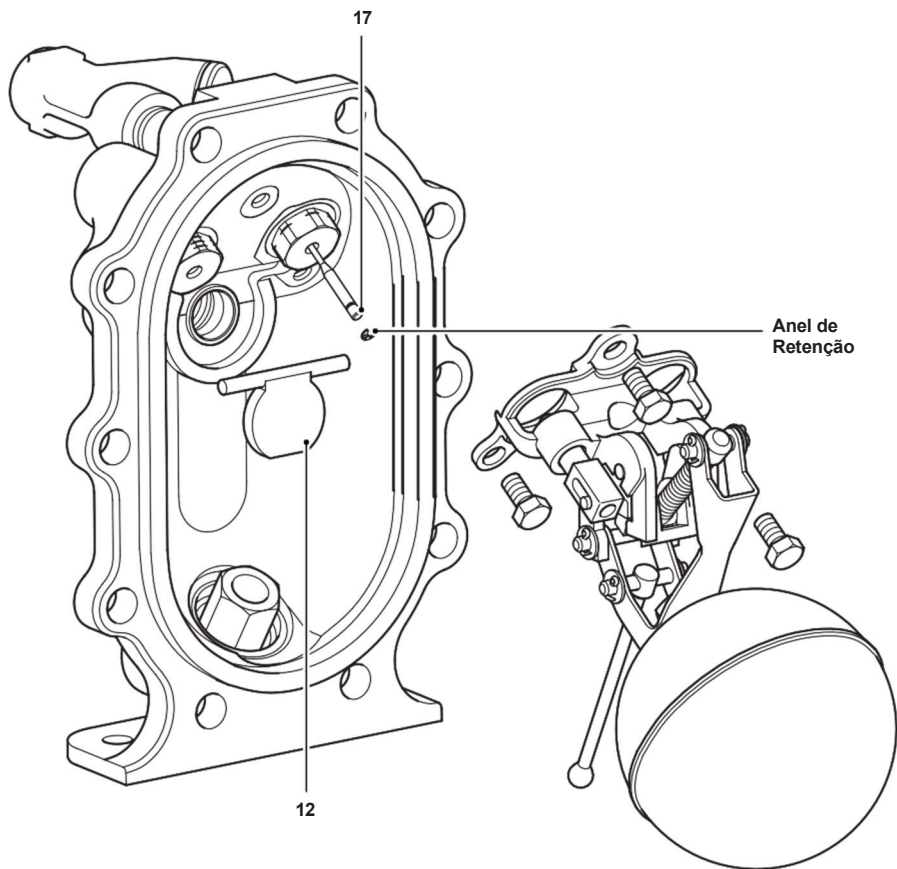

Fig. 17
3. Retire cuidadosamente o anel de retenção do final da válvula de entrada de vapor (item 17).
5. Afaste o conjunto de suportes da bomba (Veja Fig.17). Isto vai permitir o acesso à válvula de entrada (item 12).